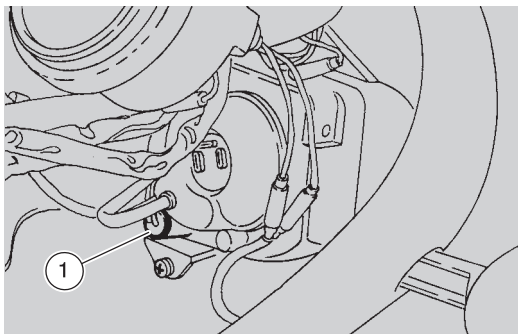

Fig. 56
- enlever la douille en caoutchouc (1 - Fig. 56) et extraire l'ampoule;